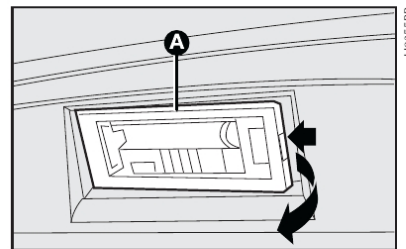

fig. 35
- 1) Retirar os refletores **A-fig. 35** utilizando uma chave de fenda nos pontos indicados pelas setas **fig. 35**;